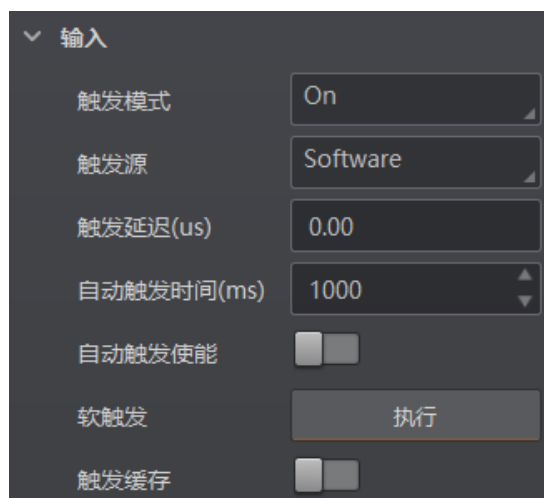

图4-48 软触发参数设置
5. 若触发源选择软触发，可单击软触发的“执行”按钮，手动进行触发。也可以开启自动触发使能后，设置自动触发时间实现自动触发，此为 IDMVS 客户端功能，如图 4-48 所示。